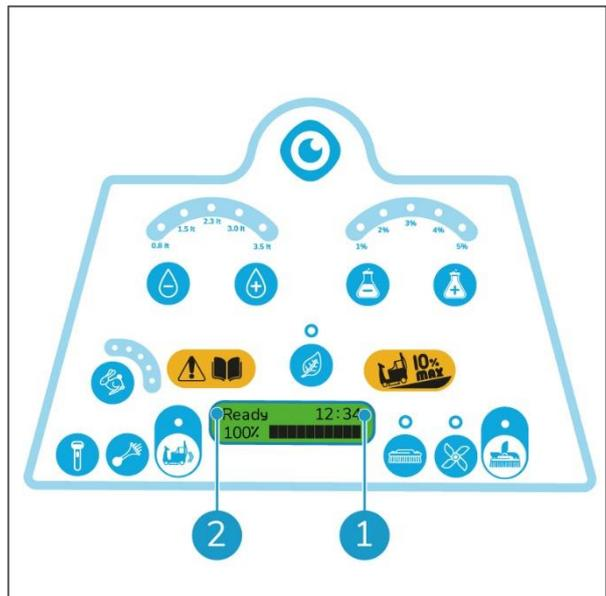

Figure 31
3. Patientez jusqu'à ce que « Ready » (prêt) apparaisse (Figure 31, pos. 2) sur l'affichage.
4. Le nombre d'heures et de minutes de fonctionnement est indiqué dans l'angle supérieur droit de l'affichage (Figure 31, pos. 1).